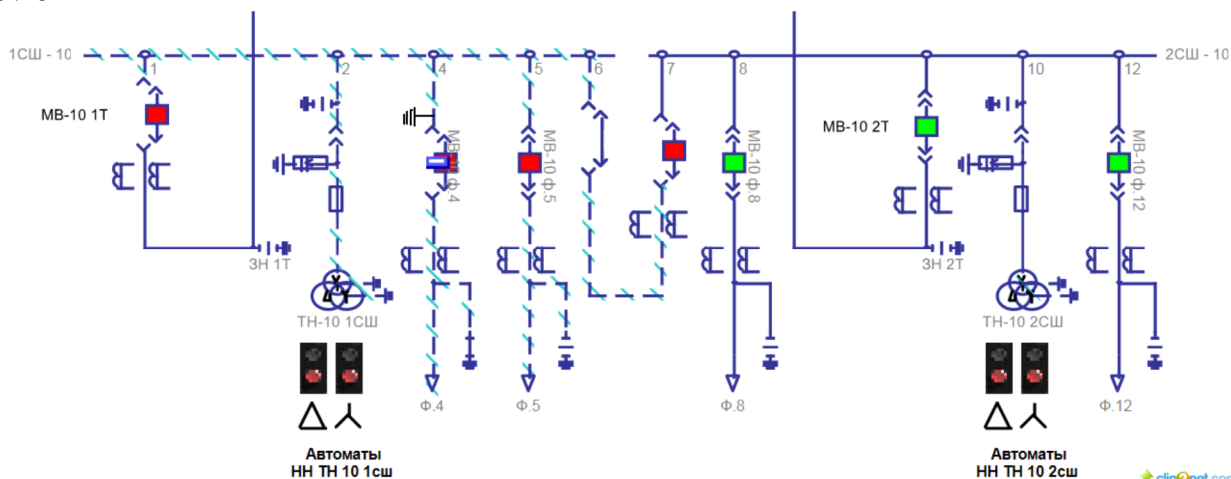

Рисунок 2- Схема РУ 10 кВ ПС "Екатериненка"
3. На ПС 110/35/10 Екатериненка (Рисунок 2) вывести в ремонт первую секцию шин 10 кВ в ремонт. ПС Екатериненка является транзитной. Питание ПС осуществляется по ВЛ 110 кВ С-77 Тара-Екатериненка. По условиям поставленной задачи необходимо произвести операции в определенной последовательности для вывода в ремонт 1 СШ-10кВ, которая по нормальной схеме получает питание от Т-1, на секции присутствуют два отходящих фидера 10 кВ, где МВ-10 ф. №4 нормально включен и имеет устройство АПВ, а МВ-10 ф. №5 находится в резерве, ТН-10 кВ и МСШР-10 кВ в яч. №6.